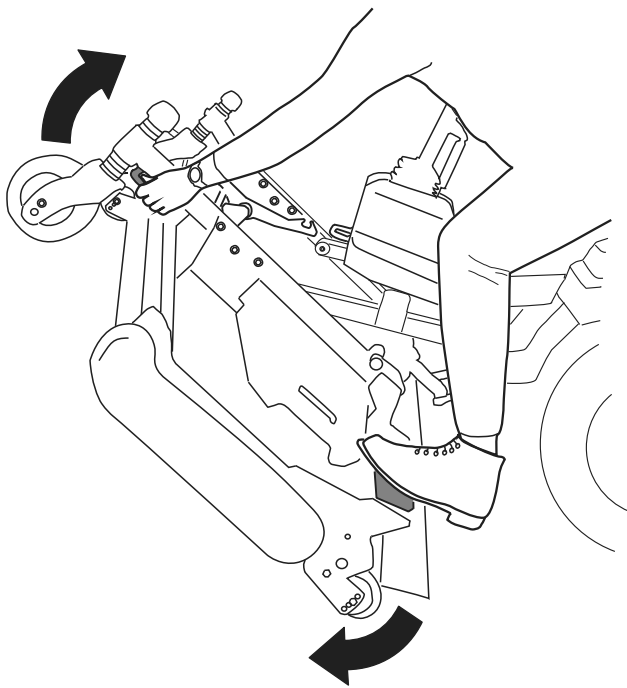
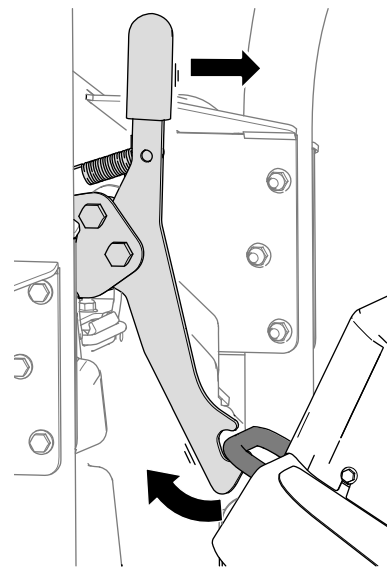
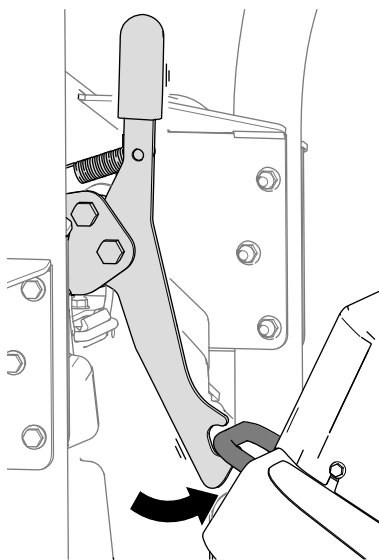

Figura 39
Figura 41
Figura 40
5. Gire la unidad de corte (Figura 39) hasta que el cierre se enganche en la placa de amarre (Figura 40).
1. Desenganche el cierre de la unidad de corte de la placa de amarre (Figura 41) girando ligeramente la unidad de corte hacia adelante (Figura 39) y tirando hacia adelante de la palanca del cierre.